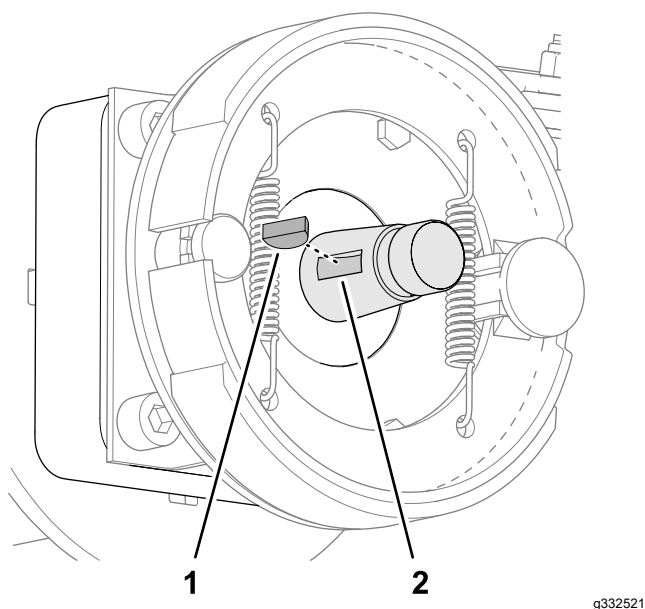

Figura 72
2. Inserite la chiave di Woodruff nella scanalatura dell'albero motore della ruota (Figura 72).